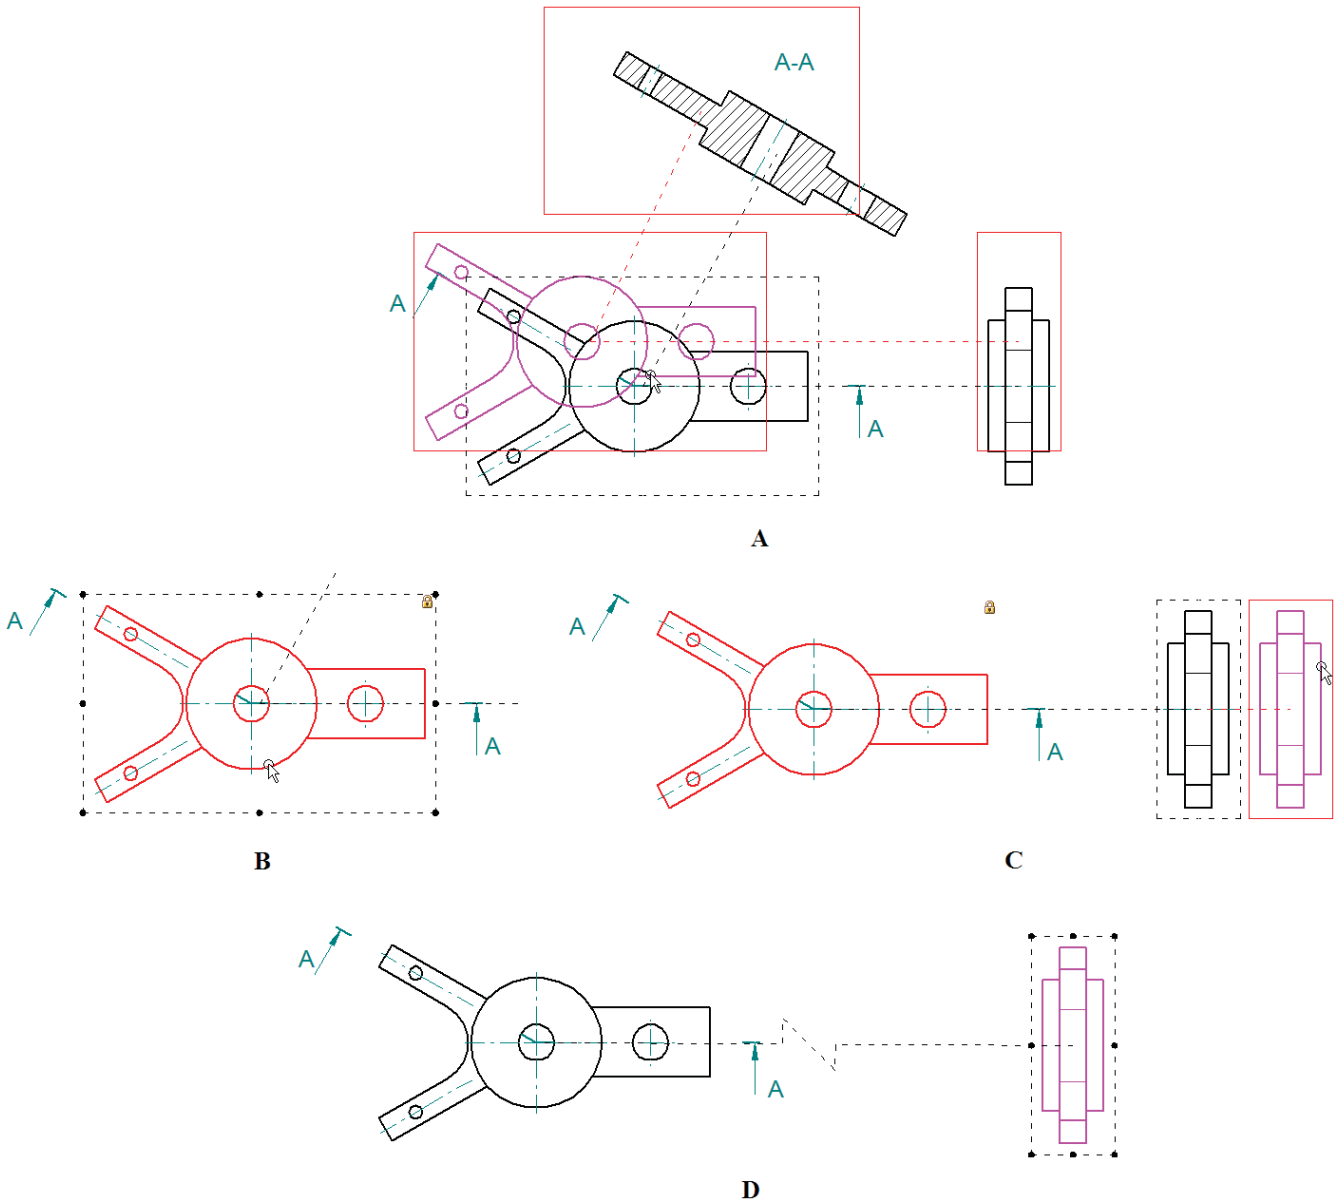

Рис. 2.9.33. Перемещение, фиксация и выравнивание видов
Чтобы переместить вид, следует щелкнуть на нем ЛКМ и, не отпуская ЛКМ, перетащить на новое место. Между видами, как правило, поддерживается проекционная связь, поэтому перемещение вида повлечет за собой изменение положения и остальных видов, находящихся с ним в такой связи. Новое положение границ видов динамически отображается красными прямоугольниками в процессе перемещения (рис. 2.9.33, A).
Между выровненными видами помещается пунктирная линия, видимая при их перемещении (рис. 2.9.33, C). Если выравнивание видов отключено, то в пунктирной линии отображается излом (D).